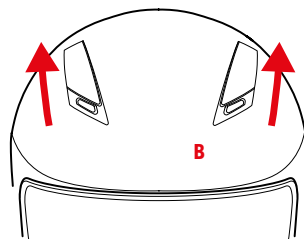

FIGURA 6
- Figura 6: prese d'aria completamente aperte.